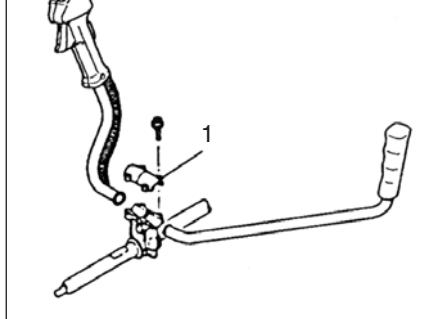

Fig. 1-2
Montage de la poignée-arceau (Fig. 1-2)
Déposer le support de poignée (1) de l'ensemble guidon. (Fig. 1-2) Ajuster les poignées et serrer légèrement le support de poignée à l'aide des quatre vis. Puis régler l'angle comme désiré ou selon la position la plus appropriée. En dernier lieu, fixer fermement au moyen des vis.